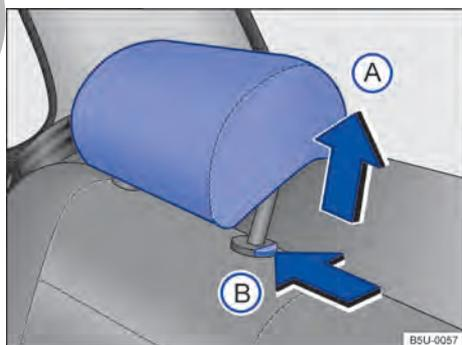

Fig. 58 Apoyacabezas trasero: ajustar.
- Empujar el apoyacabezas hacia arriba en el sentido de la flecha → fig. 58 (A) o con la tecla → fig. 58 (B) presionada, empujar hacia abajo → ▲ en *Introducción al tema* de la pág. 69.